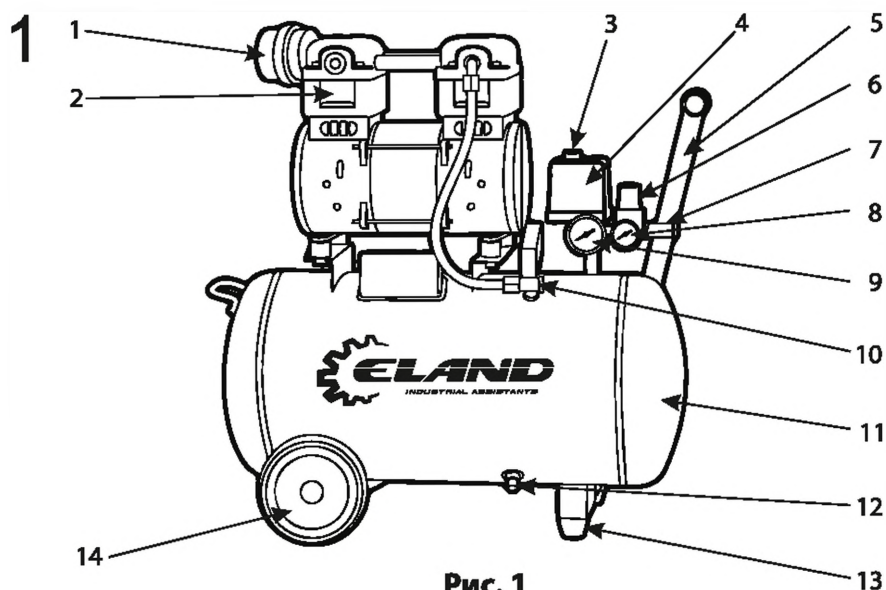

Рис. 1
- Блок поршневой (2) (См. Рис.1) – поршневая группа, одноступенчатая, с воздушным охлаждением - предназначена для выработки сжатого воздуха. Может быть с разным количеством цилиндров в зависимости от модели.
- Ресивер (воздухосборник) (11) (См. Рис.1) служит для сбора сжатого воздуха, выравнивания пульсации воздуха, получающейся в результате возвратно-поступательного движения поршня компрессора, отделения конденсата и масла. Ресивер является также корпусом, на котором смонтированы узлы и детали компрессора.
- Ресивер имеет штуцера для установки реле давления (прессостата) (4), обратного клапана (10), крана слива конденсата, предохранительного клапана, а также кронштейны для установки платформы.
- Реле (прессостат) (4) служит для обеспечения работы компрессора в автоматическом режиме, поддержания давления в ресивере.
- Штуцер (7) с регулятором давления (4) предназначен для подачи воздуха потребителю.
- Обратный клапан (10) (См. Рис.1) обеспечивает подачу сжатого воздуха только в направлении от поршневого блока к ресиверу.
- Манометр (9) предназначен для контроля давления в ресивере.
- Блок управления компрессором включает в себя: манометр давления в ресивере (9); манометр давления на выходе (8); реле давления (прессостат) (4); регулятор давления на выходе (6); кнопку пуска (3); клапан предохранительный.
1. Убедитесь в том, что кнопка пуска (3) на реле давления (4) (См. Рис.1) находится в положении «Выключено». Вставьте вилку питающего электрического кабеля в соответствующую розетку.
2. Переведите кнопку пуска (3) на реле давления (4) (См. Рис.1) в положение «Включено».
4. Остановите компрессор, вновь нажав на кнопку пуска (3) (См. Рис.1).
5. Присоедините к раздаточному штуцеру (7) шланг компрессорного оборудования.
- Для включения нажмите на кнопку пуска (3) (См. Рис.1) реле давления, чтобы установить ее в положение «Включено».
- Подсоедините шланг подачи сжатого воздуха к штуцеру (7) (См. Рис.1).